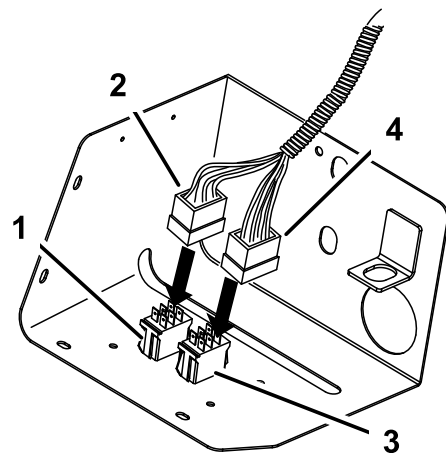

Figura 53
14. Collegate il connettore con i cavi prevalentemente verdi e gialli all'interruttore di selezione dello sprayer (commutatore a ginocchiera) (Figura 53).